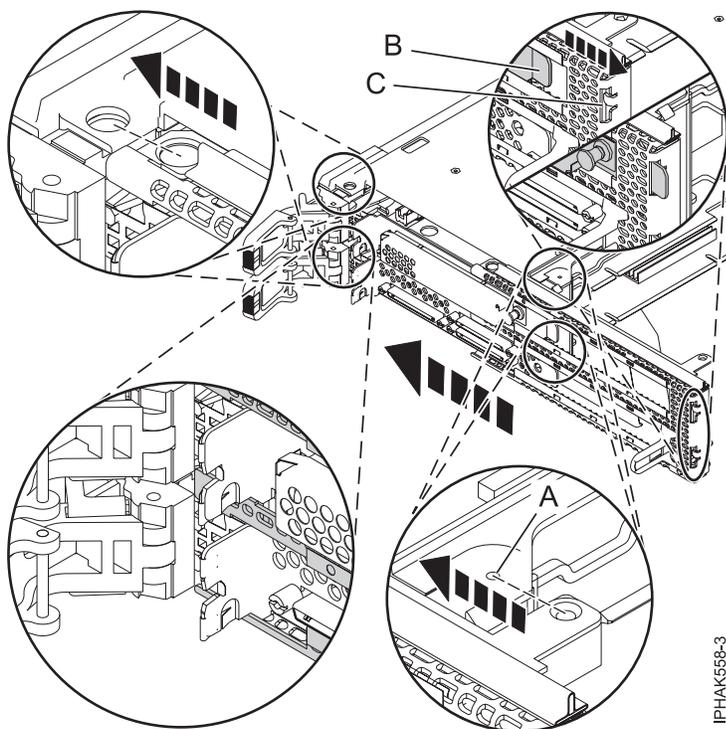
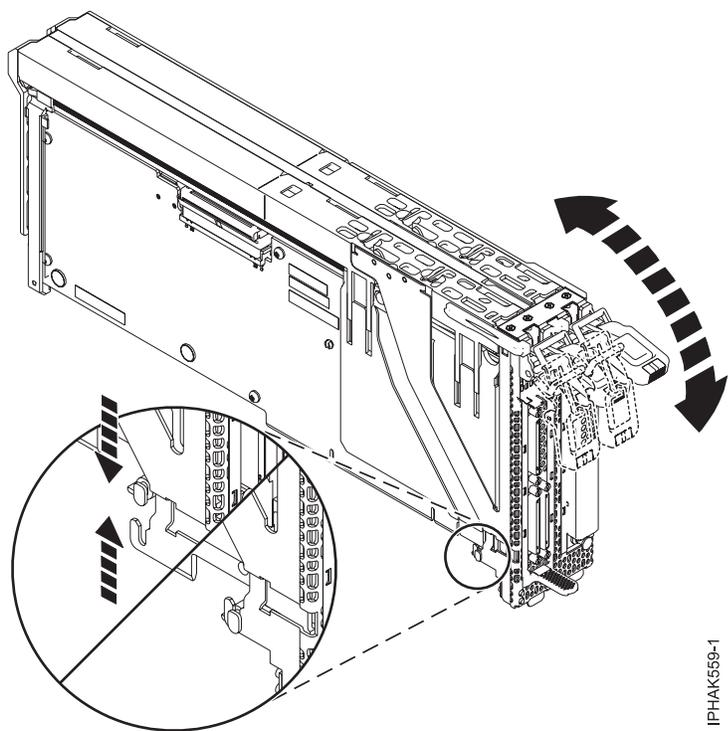

Figura 59. Anexando o painel frontal
Figura 60. Anexando o painel frontal
7. Conecte a placa frontal à parte frontal do conjunto do cassete, conforme mostrado na Figura 59 na página 75. Em seguida, insira a guia na parte inferior do conjunto da tampa do cassete no entalhe no painel frontal, conforme mostrado na Figura 60 na página 75.